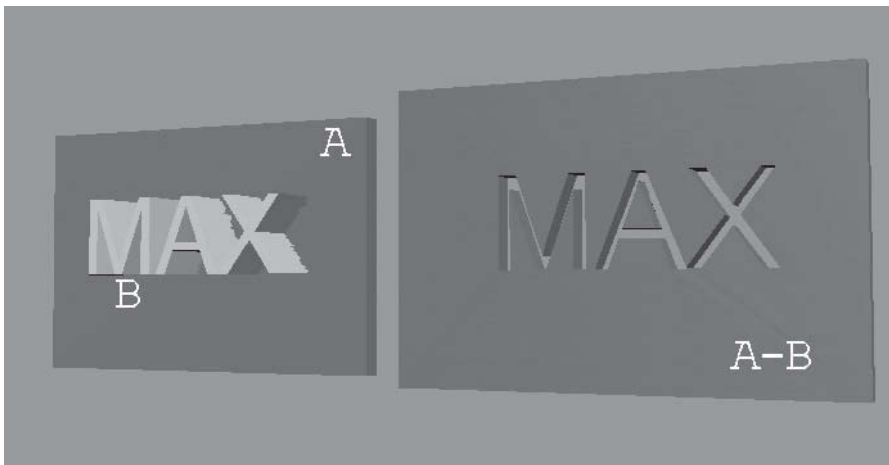

Fig.2.66
- 6 Cliquez dans une fenêtre pour sélectionner l'opérande B. Le logiciel exécute alors l'opération booléenne (fig.2.66).